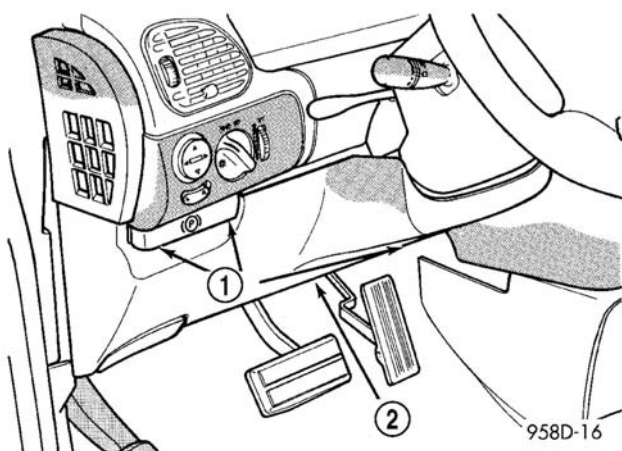
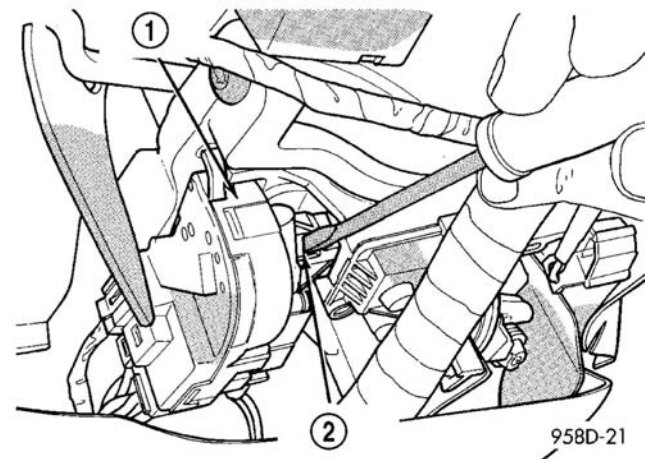
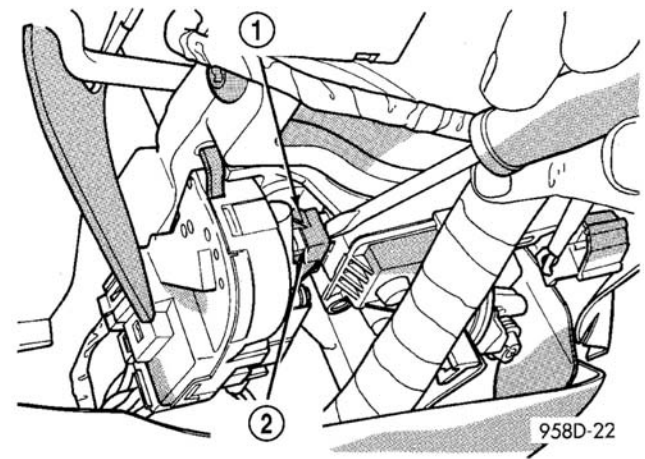

图8 转向管柱盖
图 13 点火开关固定片
图 14 拆卸点火开关
- (1) 断开蓄电池负极电缆。
- (2) 拆下转向管柱盖固定螺钉（图8）。
（7）按下固定片（图8）或（图13），并从转向管柱轻轻撬动点火开关（图14）。